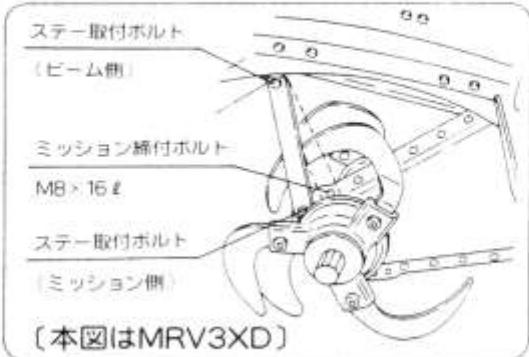

図55
- ② ステー取付ボルト(ビーム側)をゆるめてください。(図55)
- ③ ステー取付ボルト(ミッション側)のボルトを取外してください。(図55)
- ④ ミッション締付ボルト(M8×16ℓ)を外してください。(図55)